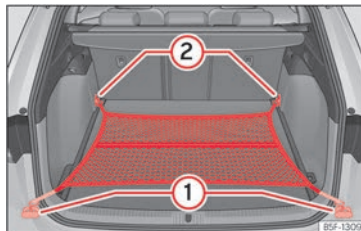

Abb. 204 Im Gepäckraum: flach eingehängtes Gepäcknetz.
- Hängen Sie die Haken in die Verzurrösen ein » (Abb. 204) ① und ② » ⚠️. Der Reißverschluss des Gepäcknetzes muss dabei nach oben zeigen.